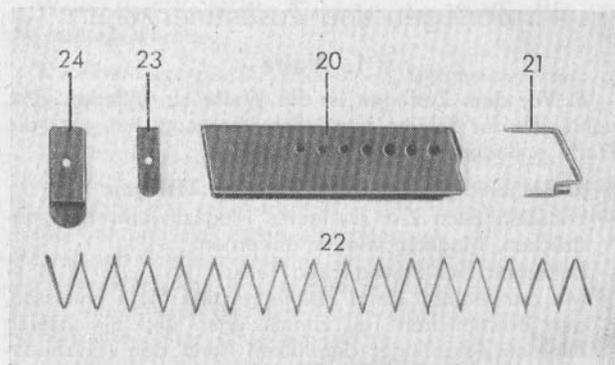

Fig. 3
**9. Zusammensetzen:** In umgekehrter Reihenfolge wie das Zerlegen. Beim Einsetzen der Magazinfeder ist darauf zu achten, dass die verkürzte Endwindung in richtiger Weise unter den Zubringer zu liegen kommt (s. Fig. 3).